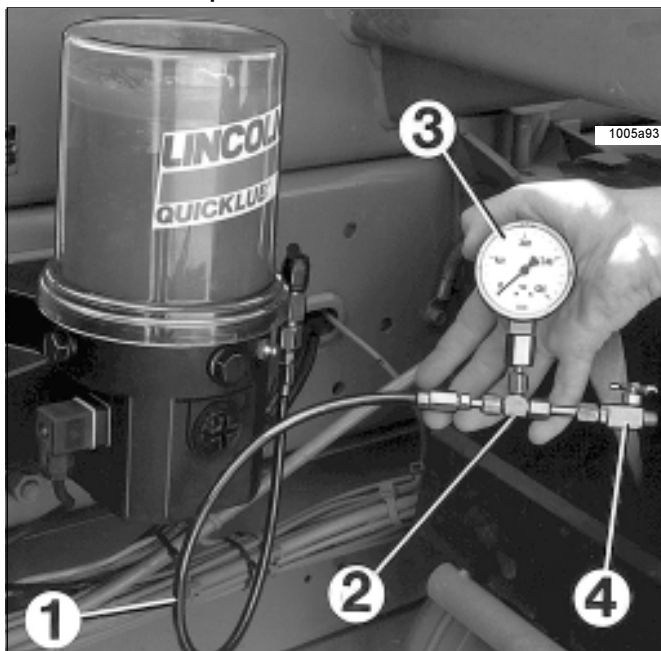

Abb. 31 - Druckbegrenzungsventil prüfen
- \* Manometer (0-600 bar; 0-8708 psi) am Druckbegrenzungsventil (Abb. 31) anschließen.